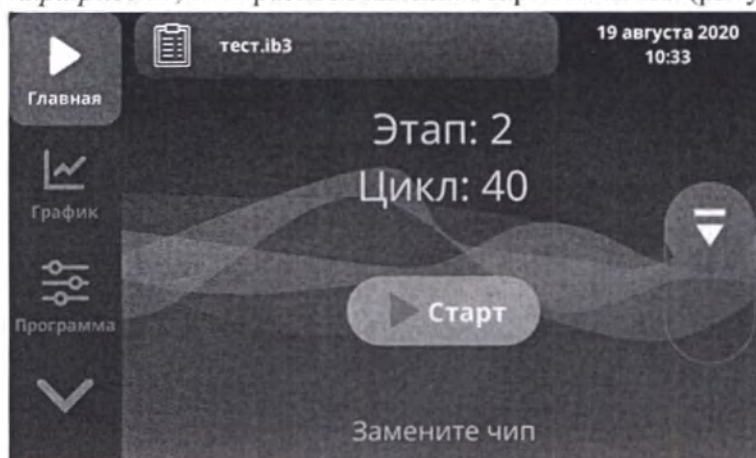

Рисунок 3.18 Главный экран после завершения измерений
7. Дождитесь завершения процедуры амплификации или принудительно остановите их (см. раздел «Принудительная остановка измерений»). После завершения процедуры амплификации в пункте меню **Главная** статус работы изменится на «*Замените картридж*», отобразится кнопка открытия лотка (рисунок 3.18).